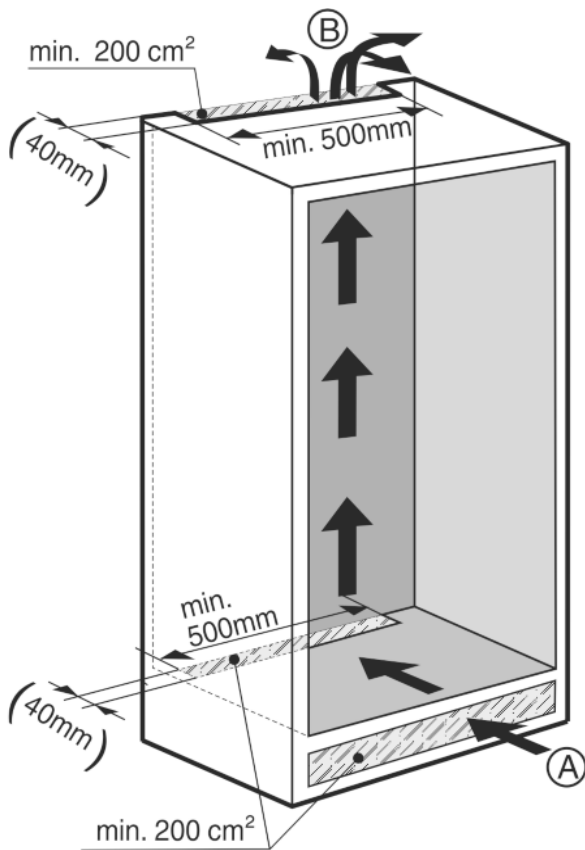

Fig. 3
- Es muss ein wirksamer Lüftungsquerschnitt von mindestens 200 cm² pro Gerät an Lufttritt Fig. 3 (A) und Luftaustritt Fig. 3 (B) vorhanden sein.